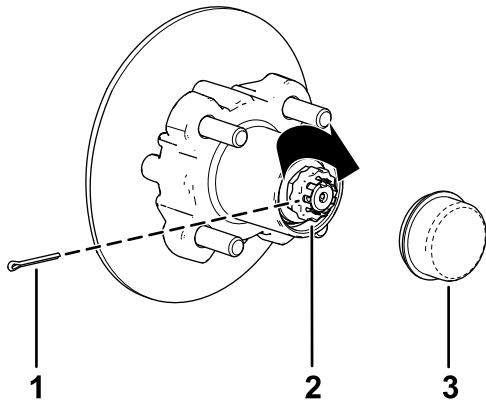

Figure 34
- Placez le frein d'écrou sur l'écrou et vérifiez que la fente du frein d'écrou et le trou dans la fusée sont alignés et permettent d'insérer la goupille fendue (Figure 34).
- Insérez la goupille fendue et repliez chaque jambe autour du frein d'écrou (Figure 34).
- Reposez le couvre-moyeu sur le moyeu (Figure 34).